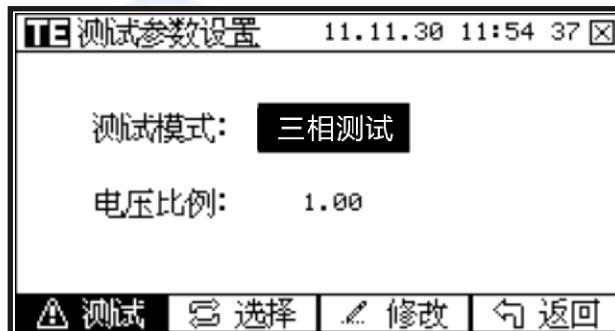

图1.5.2
- (2) 合上电源开关，显示主菜单后(见图1.3.3)，按【测试】功能按键，进入测试参数设置界面（见图1.5.2），按【选择】和【修改】按键完成设置，再次按【测试】开始测试。